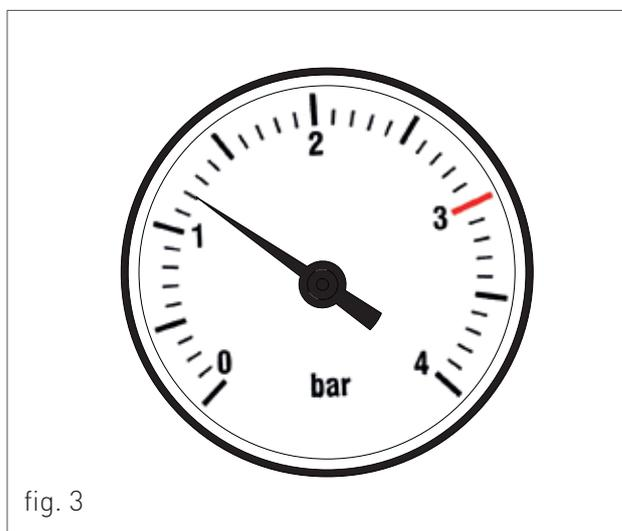

fig. 3
8. si después de las operaciones mencionadas se detectase una disminución de la presión del agua en la instalación, abrir nuevamente el grifo "R" de carga hasta que la presión en el manómetro marque 1,2 bar (fig. 3).